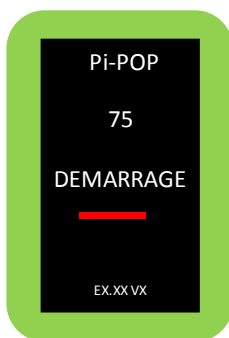

Figure 7.1 : Ecran de démarrage obtenu après avoir pédalé 2-3 minutes avec un vélo totalement déchargé.
- 2) Vous devez voir s'afficher le mot « démarrage » sur l'écran (figure 7.1).